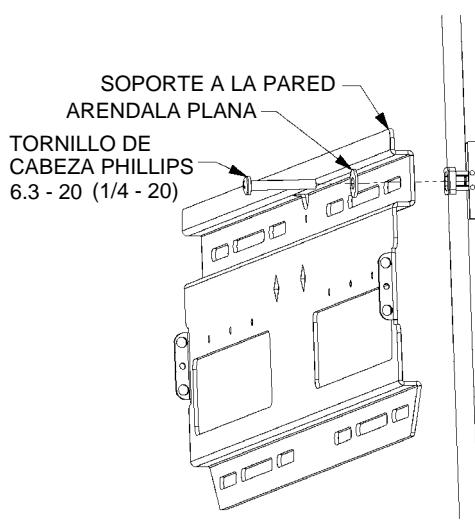

Figura 8.
- Utilizando los tornillos de cabeza Phillips 6.3 - 20 (1/4 - 20) (110) y las arandelas planas (50), asegure el soporte a la pared (véase la figura 8).